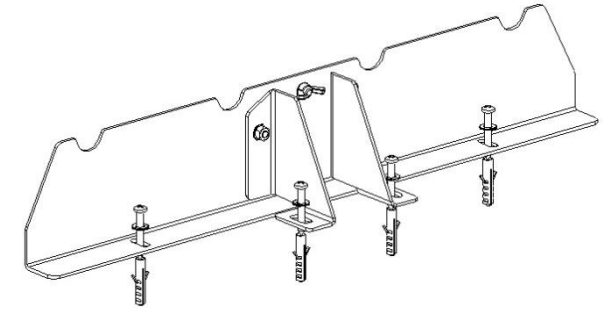

Figura 05
c) Marque o centro do Apoio Frontal e faça a furação utilizando uma broca de Wídea (concreto) Ø6mm. Fixe-o com as buchas e parafusos que acompanham o produto, conforme figura 05 que segue.